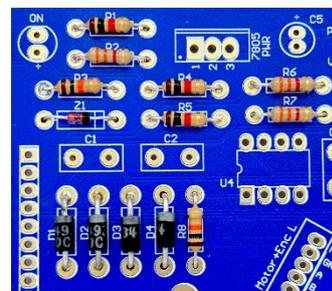

Fig. 25: Colocação dos díodos
**Os díodos têm polaridade, ou seja, só funcionam corretamente no circuito se forem colocados na orientação correta!** Cada díodo possui uma marca que tem de coincidir com a marca representada na serigrafia da placa (Fig. 25).